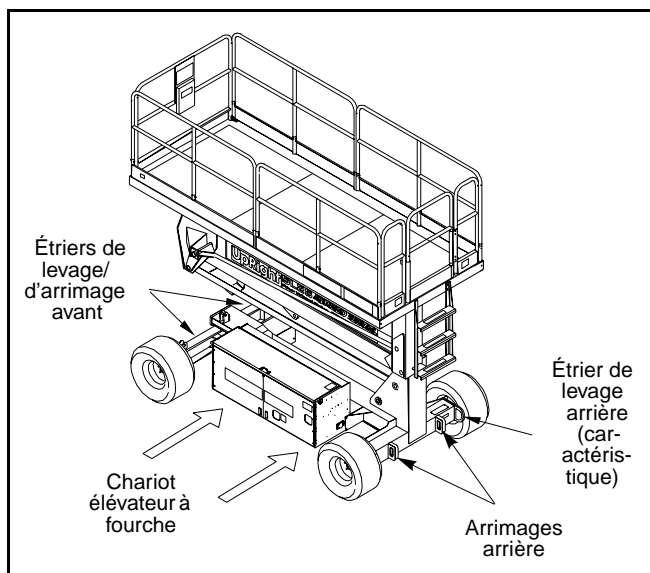

Figure 5 : Transport de la plate-forme élévatrice
Levage au chariot élévateur sur le côté du châssis en soulevant sous les modules du châssis (figure 5).
Fixer les sangles uniquement aux étriers de levage (figure 5).
2. Fixer la plate-forme élévatrice au véhicule de transport à l'aide de chaînes et sangles d'une capacité de charge adéquate attachées aux étriers d'arrimage du châssis (figure 5).